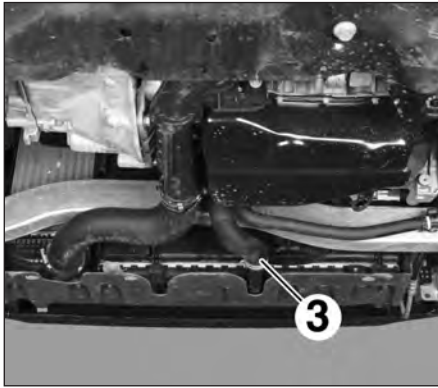

FIG.29
- Débrancher la durit inférieure (3) du radiateur de refroidissement (Fig.29).